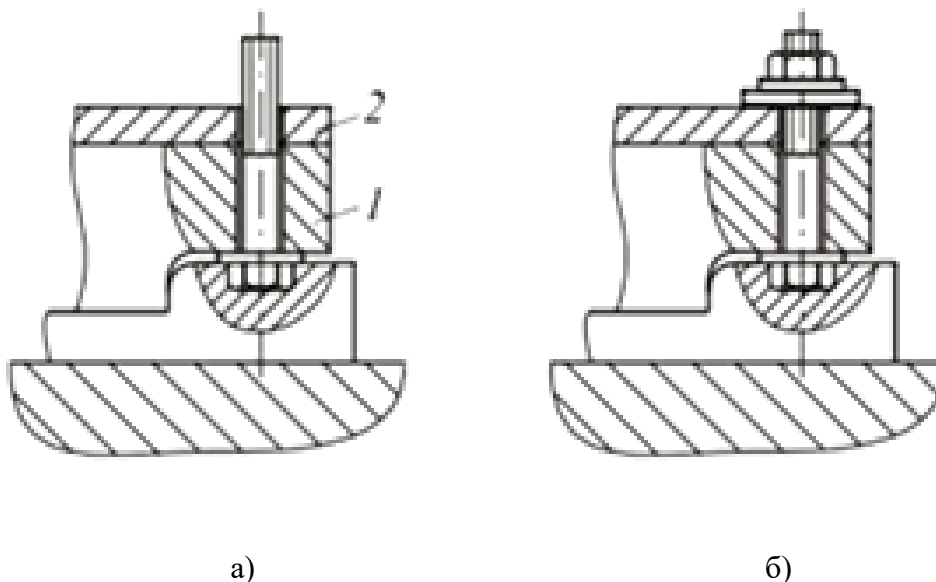

Рисунок 7. Сборка болтовых соединений
1). стыкуют собираемые детали, совмещая отверстия, в которые вставляют болт (рис.7, а);
2). устанавливают на болт шайбу и вручную навинчивают гайку (рис.7,б).;